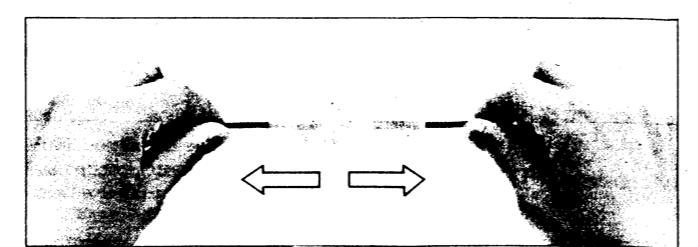

Figure 21
4. Die grüne Leitung gemäß Abbildung 21 mit den Händen auseinanderziehen, um den elektrischen Kontakt der Sicherung des Sicherungshalters zu trennen. Diesen Zustand ungefähr 10 Sekunden lang aufrechterhalten.
4. Tirer le fil vert à la main comme le montre la Fig. 21 puis le fusible et le porte-fusible sont déconnectés. Maintenir cet état pendant 10 secondes.